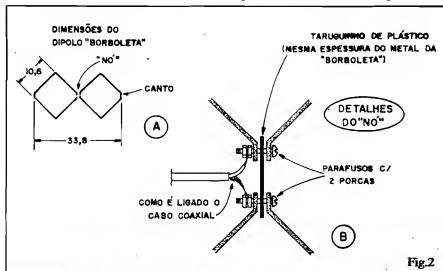
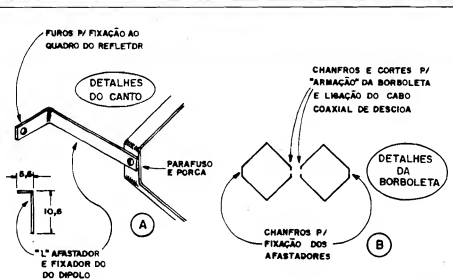

Fig.2
Fig.3
- **FIG. 2** - Terminado o quadro/refletor, podemos passar à confecção do elemento **dípolo** (o real "captador" da antena...), cujo formato e dimensões gerais são mostrados em 2-A. Olhando-se de frente o conjunto, a figura assemelha-se a uma "gravata borboleta" formada por dois quadrados (10,6cm, de lado) alinhados pelas suas diagonais, de modo a assumir um comprimento total de 33,8 cm. Dois pontos da estrutura são fundamentais na confecção da antena: o "NÓ" (centro ou "emenda" do conjunto de quadrados) e os "CANTOS" ("pontas" laterais dos dois quadrados). A fig. 2-B mostra os detalhes do "NÓ"... Na verdade, os dois quadrados (cada um **um dipolo**, conforme explicaremos mais adiante...) devem ser separados por um taruginho isolador (plástico, vidro, cerâmica, etc.) que ficará "ensanduichado" entre as arestas (chanfradas e cortadas) dos quadrados, fixando-se o ponto com dois parafusos não muito curtos (cada um com **duas** porcas, com mostra a figura). Os
dois quadrados devem ser feitos também de metal (ferro ou - melhor - alumínio...) **chato**, com largura de 1 a 1,5 cm. **UMA DICHA:** para a obtenção do material, tanto do quadro/refletor quanto da "borboleta", uma fonte prática são as oficinas que confeccionam e instalam "boxes" de banheiro, e que lidam com diversos perfis de alumínio (a nossa antena poderá ser feita com alguns simples "retalhos" ou sobras sem utilidades, do material normalmente usado em tais oficinas - "de repente" o Leitor pode obter o material até "no peito", com uma boa conversa...). Ainda na fig. 2-B antecipamos o método usado para conexão do **cabo de descida** (coaxial - 75ohms) da antena, cujas ligações serão feitas entre as porcas de "fixação" e as "extras" de cada um dos dois parafusos que estruturam o "NÓ" da antena...
- **FIG. 3** - Reportando-nos aos detalhes da fig. 2, mostramos agora outro ponto importante: como é feito o acabamento dos cantos da "borboleta" e sua fixações aos afastadores (que servem para dimensionar a distância da "borboleta" ao quadro/refletor, e também para prendê-la a este...). Esses afastadores (fig. 3-A) devem ser feitos com o mesmo metal **chato** (ferro ou alumínio) usado na formatação da "borboleta" (1 a 1,5 cm. de largura, qualquer espessura...), determinando um "L" com medidas de 10,6 cm. (no